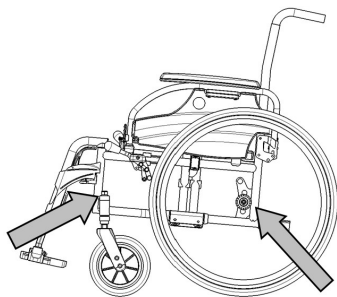

Figure 1
6. Fixez les sangles avant de sécurité comme indiqué par le fabricant (figure 1). Les points d'accroches sont indiqués sur le fauteuil roulant par un symbole (figure 2).
9. Fixez les sangles arrière de sécurité comme indiqué par le fabricant (figure 1). Les points d'accroches sont indiqués sur le fauteuil roulant par un symbole (figure 2).